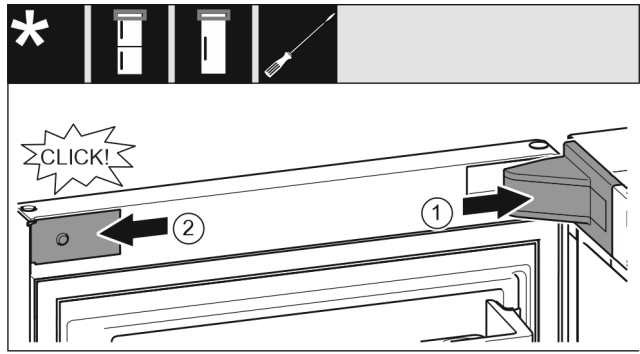

Fig. 23
- Stavite pokrov podloška ležaja Fig. 23 (1) i pustite ga da se uglavi, po potrebi ga oprezno razdvojite.
- Postavite masku Fig. 23 (2) bočno i uglavite je.